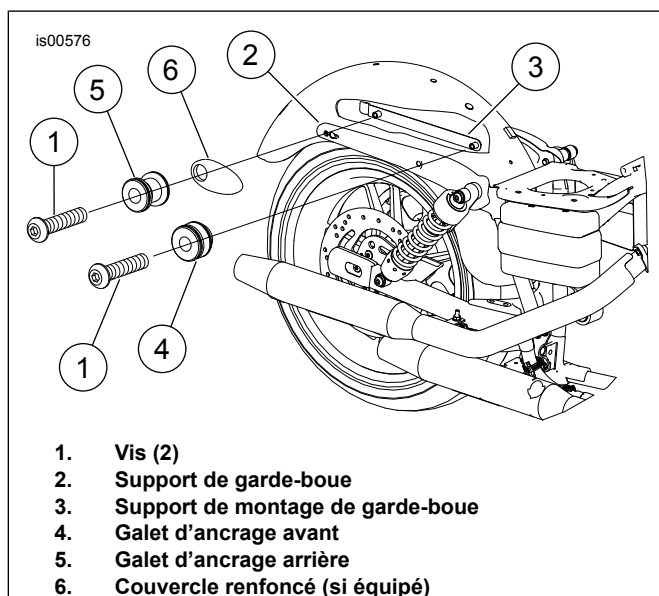

Figure 1. Modèles avec accessoires amovibles
Pour les modèles FXDWG de 2006 à 2008 et tous les modèles FXDF : Le support de montage de garde-boue de série (Figure 1, élément 2) peut être réutilisé ou jeté et remplacé par un nouveau support de montage de garde-boue du kit.
2. Voir Figure 1. Travailler sur un côté de la moto à la fois. Retirer les deux vis de montage de garde-boue (1) et le support de montage de garde-boue (3). Jeter les vis.
3. Retirer le galet d'ancrage avant (4) et le galet d'ancrage arrière (5). Les conserver pour une utilisation ultérieure.